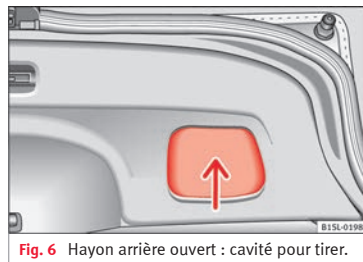

Fig. 6 Hayon arrière ouvert : cavité pour tirer.
- Saisissez la cavité du revêtement intérieur du hayon arrière » **fig. 6** (flèche).